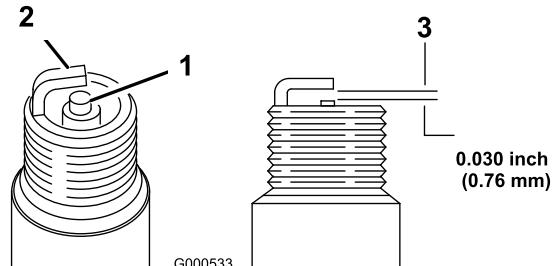

Figura 25
5. Ajuste el espacio entre los electrodos a 0.76 mm (0.030"), según se muestra en Figura 25.